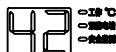

图5.2
(1) 按下显示器面板的“**⏻**”键，如图5.2，显示屏点亮，并显示上次最后使用的设置温度(例如42℃)。